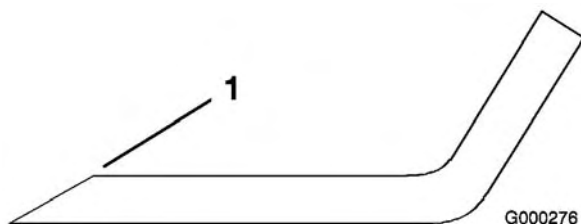

Figura 94
3. Controllate i taglienti di tutte le lame, e affilatele se fossero ottusi o scheggiati. Affilate soltanto la parte superiore del tagliente e mantenete l'angolo di taglio originale per garantire l'affilatezza (Figura 94). La lama rimane bilanciata soltanto se viene rimossa una quantità uguale di metallo da entrambi i taglienti.